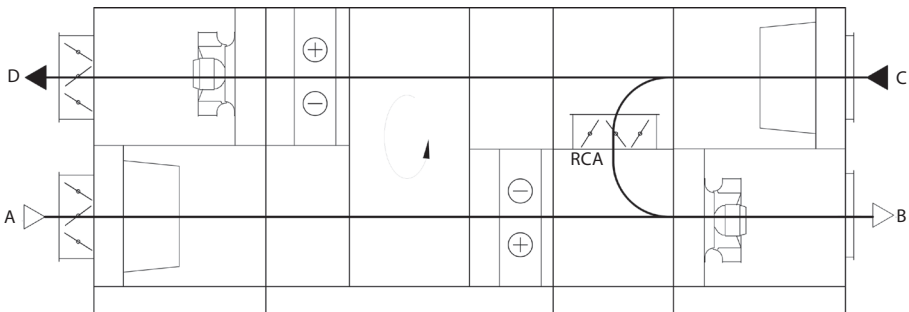

Рисунок 2
- Из-за ограничений расхода воздуха рабочий режим блоков RHP с функцией рециркуляции (рисунок 2) может быть нестабильным. Если одно или оба значений расхода воздуха ниже (при рециркуляции, на выпуске со стороны вентилятора), чем на рисунке 1, производительность теплового насоса будет ограничена или тепловой насос выключится;